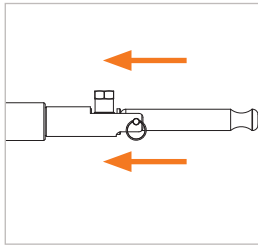

Figure 8
- ▶ Déplacez légèrement le connecteur en direction de la pièce d'essai (Figure 8). Les mâchoires de serrage s'ouvrent. La connexion à la pièce d'essai est ainsi desserrée et le connecteur peut être retiré en position droite par l'arrière.